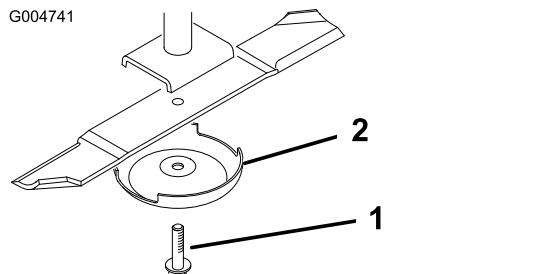

Figure 14
9. Montez les lames, les coupelles de protection et les boulons de fixation (Figure 14).